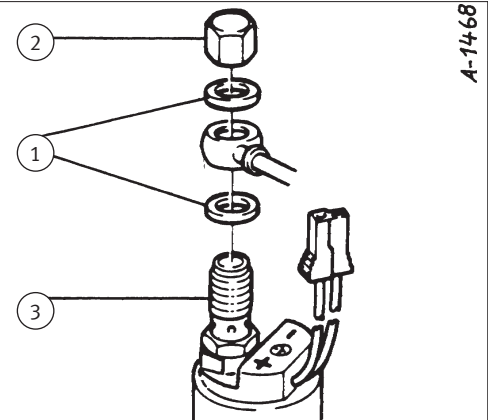
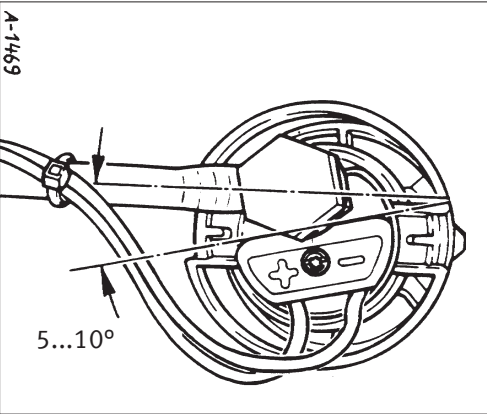
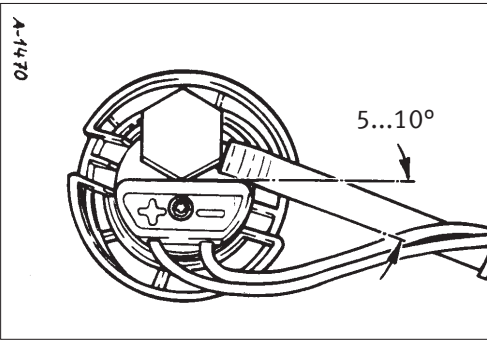

Abb. 3/ Fig. 3/ Puc. 3/图3
Abb. 4/ Fig. 4/ Puc. 4/图4
Abb. 5/ Fig. 5/ Puc. 5/图5
- 利用新的密封环 (1, 图 3) 和新的盖形螺母 (2) 旋上燃油管路, 按照图 4 (前轮驱动) 或图 5 (全轮驱动) 拧紧。
- 盖形螺母的拧紧扭矩 (2, 图 3): 13-16 Nm。此时在螺旋接头 (3, 图 3) 上抵住。